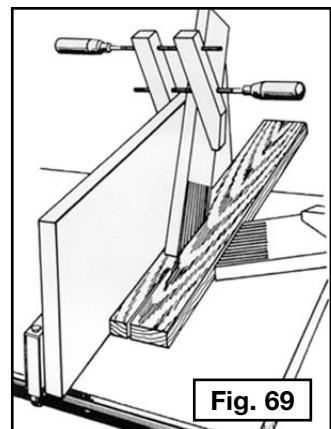

Fig. 69
El corte con ingletes compuestos (ilustrado en la Fig. 69) es una combinación de corte transversal con bisel y corte con inglete, donde la hoja está biselada a un ángulo que no sea 0 grados y el calibrador de inglete está fijado a un ángulo que no sea 0 grados. Use siempre la ranura del calibrador (D) que permite que la hoja se incline alejándose del calibrador y de sus manos.
La Fig. 69 ilustra las dimensiones para realizar una tabla de canto biselado típica. El material de la tabla de canto biselado debe ser una pieza de madera recta que no tenga nudos ni grietas. Las tablas de canto biselado se utilizan para mantener el trabajo en contacto con la guía y la mesa, como muestra la Fig. 70, y para prevenir retrocesos. Sujete la tabla de canto biselado a la guía y la mesa de modo que el borde guía de la tabla de canto biselado sostenga la pieza de trabajo hasta que se complete el corte. Se puede sujetar una tabla plana de 20 cm (8") de altura a la guía de corte, y una tabla de canto biselado a la tabla de 20 cm (8").